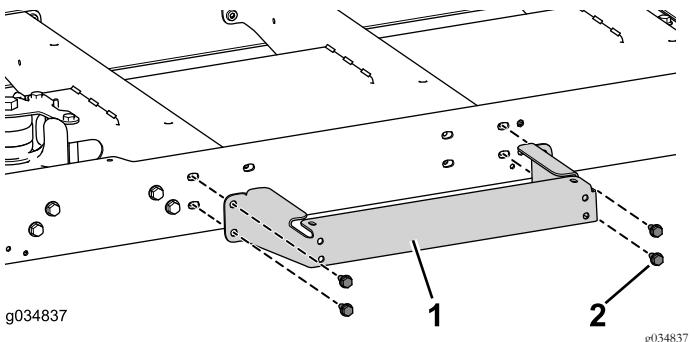

図 78
1. センターチャネルに、プラットフォームサポートを仮止めするボルト $5/16 \times 3/4$ インチ4本を使う図 78。